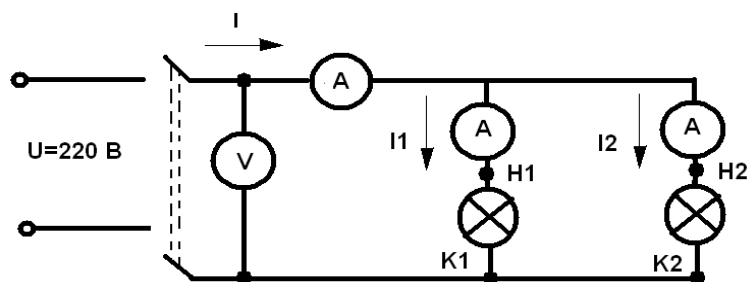

Рисунок 4 – Схема параллельного соединения резисторов.
1) Собрать схему параллельного соединения двух участков с лампами накаливания (рисунок 4) и предъявить для проверки преподавателю.